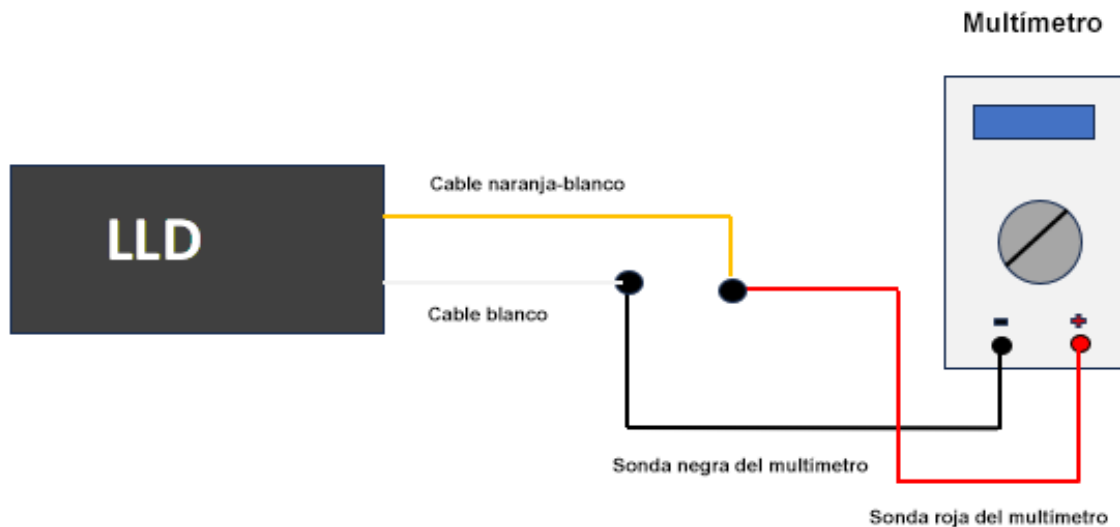

Fig. 4 Diagrama de conexión
2. Monte el circuito de conexión de acuerdo con la «Fig. 4 Diagrama de conexión».